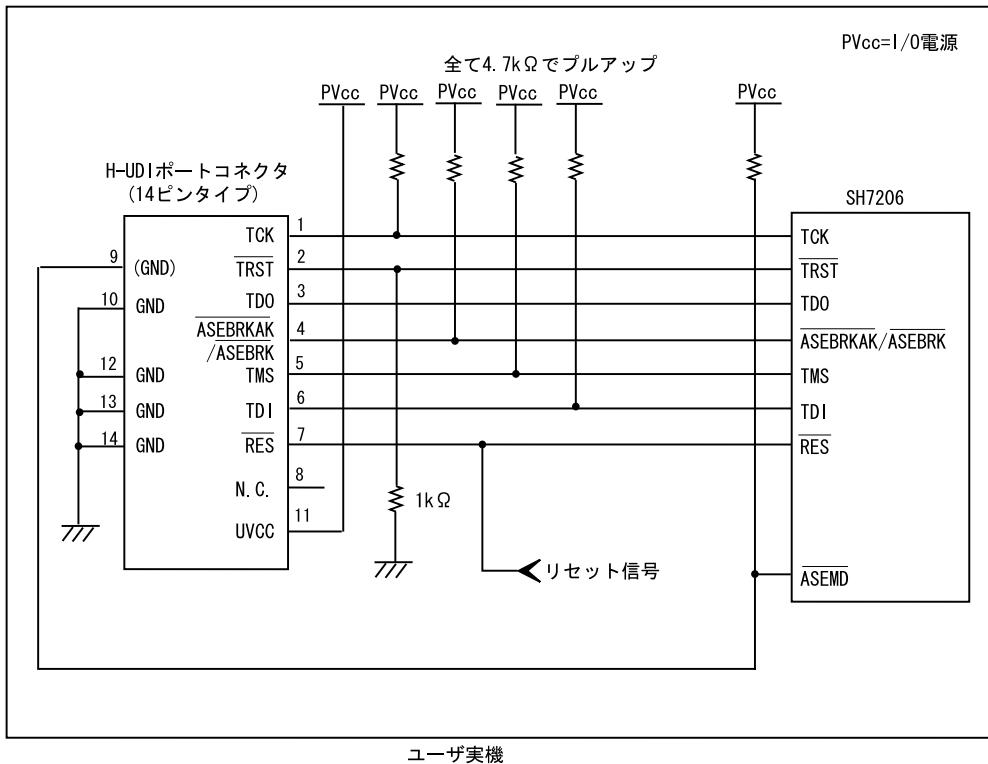

図 1.6 E10A-USB 使用時の H-UDI ポートコネクタ - チップ間の推奨接続例(14 ピンタイプ)
- 図 1.6 の回路を組んだ場合の E10A-USB エミュレータのスイッチ設定 : SW2=1, SW3=1